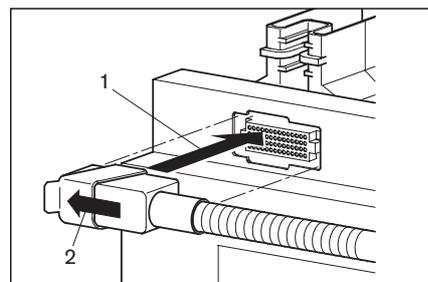
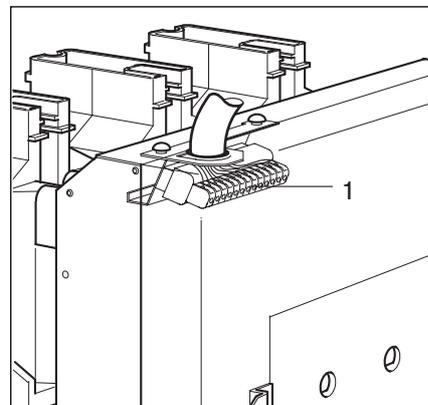

Рис. 13
Рис. 15
В зависимости от исполнения управляющие кабели подключаются через управляющие штекеры (рис. 13 и 14) или через управляющие кабели на клеммниках в корпусе приводного блока (рис. 15).
Вставить управляющий штекер со стороны ячеек в 64-полюсный (36-полюсный) прямоугольный штекерный разъем силового выключателя и заблокировать (рис. 13 и 14).
2. Подключить через клеммник внешние управляющие кабели (рис. 15).